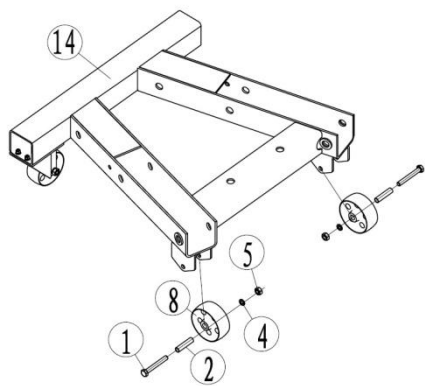

рис. 2
4.2. Закрепите колеса (8) к основанию (14) при помощи болтов (1), втулок (2), гроверов (4) и гаек (5) - рис.2.
4.3. Закрепите передние колеса (3) к опорам (6) при помощи болтов (1), втулок (2), гроверов (4) и гаек (5) - рис.2.